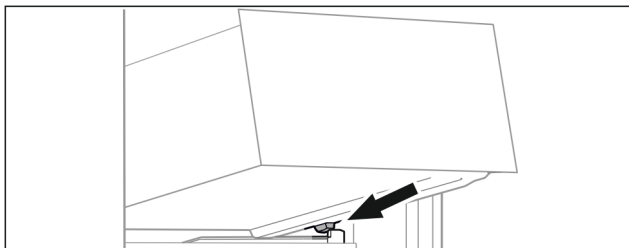

Fig. 33
- Schubfach schräg hinter den Stoppern auf Behälterrippe aufsetzen. (siehe Fig. 33)